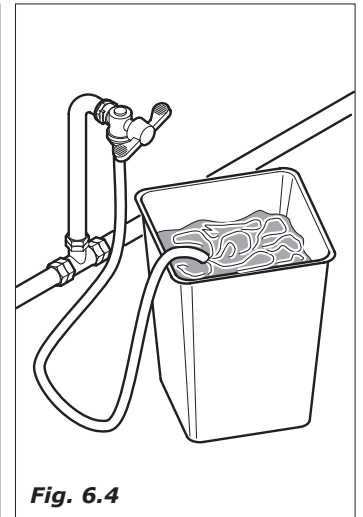

Fig. 6.4
- antes de efetuar a conexão hídrica, deixar sair um pouco de água da torneira para eliminar eventuais resíduos de impureza e de sujeira (Fig.6.4).